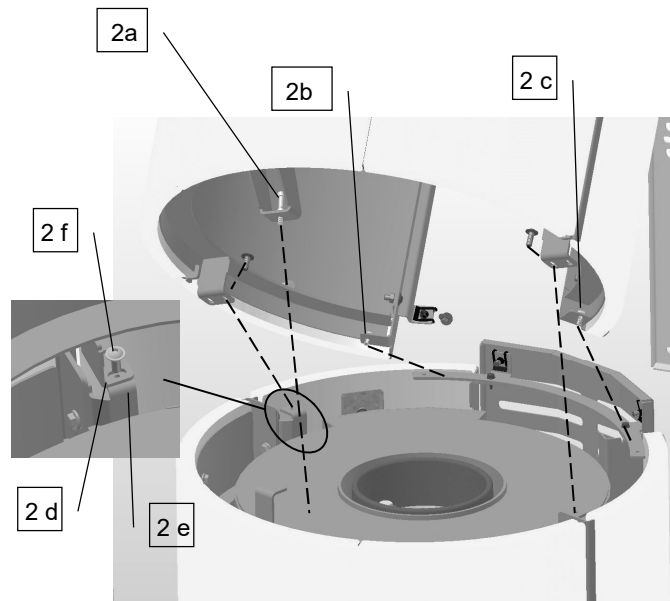

Abb. 2
6. Das Zweiteilige Einlegeblech (Abb. 3e) lose in die Öffnung der Topplatte einlegen. Bei Rauchrohranschluß hinten (siehe Abbildung 2) die Abdeckrönde mit der matten Seite nach oben einlegen.